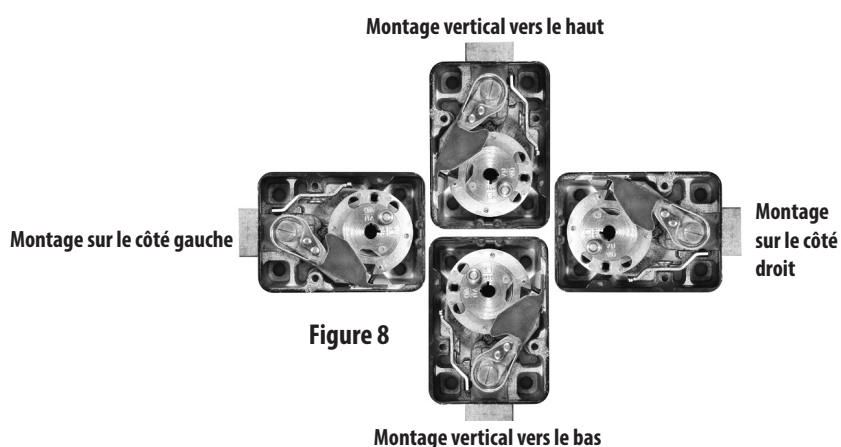

Figure 8
9. Tournez le cadran dans le sens anti-horaire jusqu'à ce que zéro soit aligné avec l'index d'ouverture de l'anneau de cadran. Lorsque cela est obtenu, la clavette de la tige et la clavette de la came d'entraînement doivent être étroitement alignées (verticalement vers le haut, sur le côté droit, etc.). Observez la Figure 8 pour déterminer le côté du montage de la serrure.